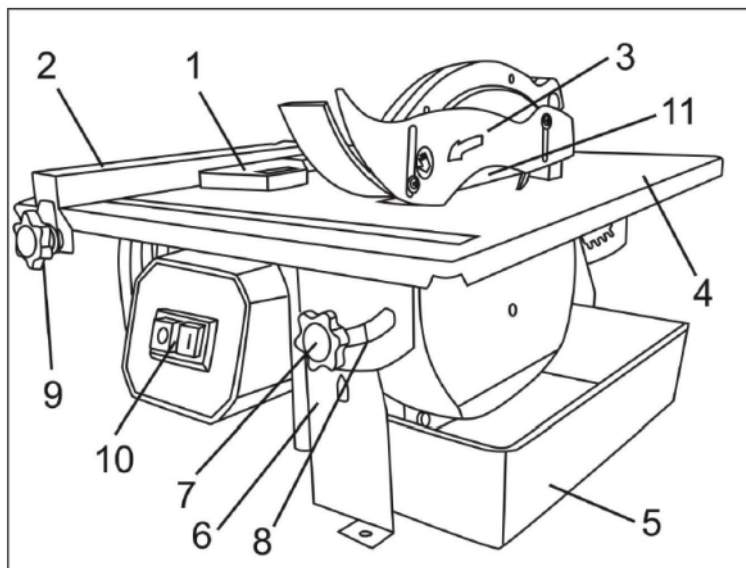

Рис. 1
6. Установите поддон 5 (рис. 1).
1. Ослабьте винты-барашки фиксации параллельного упора 9 (рис. 1).
3. Затяните винты-барашки 9 (рис. 1).
1. Ослабьте винты фиксации угла наклона стола 7 (рис. 1).
2. Отрегулируйте необходимый угол наклона стола по шкале 8 (рис. 1).
3. Затяните винты 7 (рис. 1).
1. При необходимости косого реза под углом 45° установите на параллельный упор 2 (рис. 1) угловой упор 1 (рис. 1).
2. Для включения станка нажмите на кнопку «I» магнитного выключателя 10 (рис. 1).
4. Для выключения станка нажмите на кнопку «0» выключателя 10 (рис. 1).
**Внимание!** Выключатель станка электромагнитного типа. При пропадании напряжения в сети питания и последующем его появлении станок не включиться самостоятельно. Для включения станка в этом случае необходимо повторно нажать на кнопку «I» выключателя 10 (рис. 1).